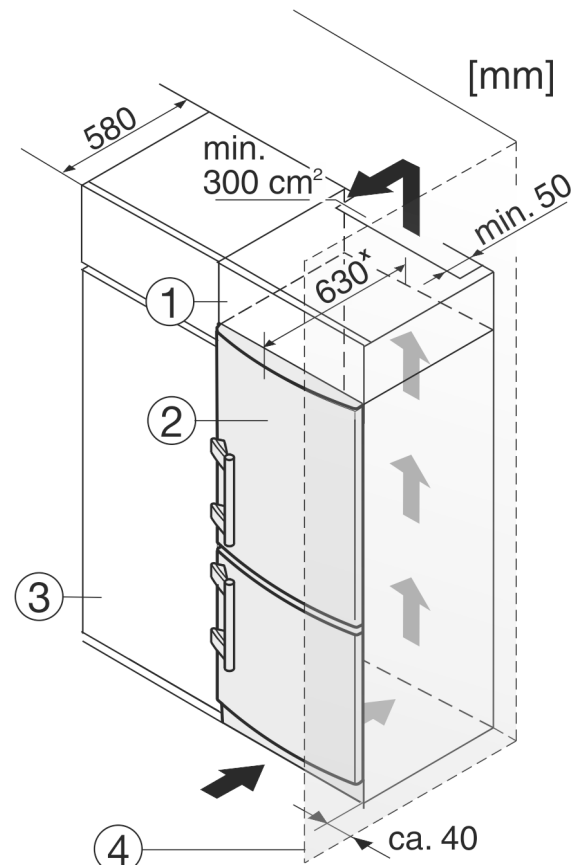

Fig. 9
- (1) Rehausse
(2) Appareil
- (3) Placard de cuisine
(4) Mur
L'appareil peut être intégré dans des meubles de cuisine. Pour adapter l'appareil Fig. 9 (2) à la hauteur du coin cuisine, une rehausse Fig. 9 (1) peut être posée sur l'appareil.
Lors de la transformation avec des placards de cuisine (profondeur max. 580 mm), l'appareil peut être placé directement à côté du placard Fig. 9 (3). L'appareil se trouve latéralement à 34 mm * et au milieu de l'appareil à 50 mm * par rapport à la façade du placard.
Si l'appareil avec les charnières est installé près d'une paroi Fig. 9 (4), la distance entre l'appareil et la paroi doit être de min. 40 mm. Ceci correspond à la saillie de la poignée avec la porte ouverte.